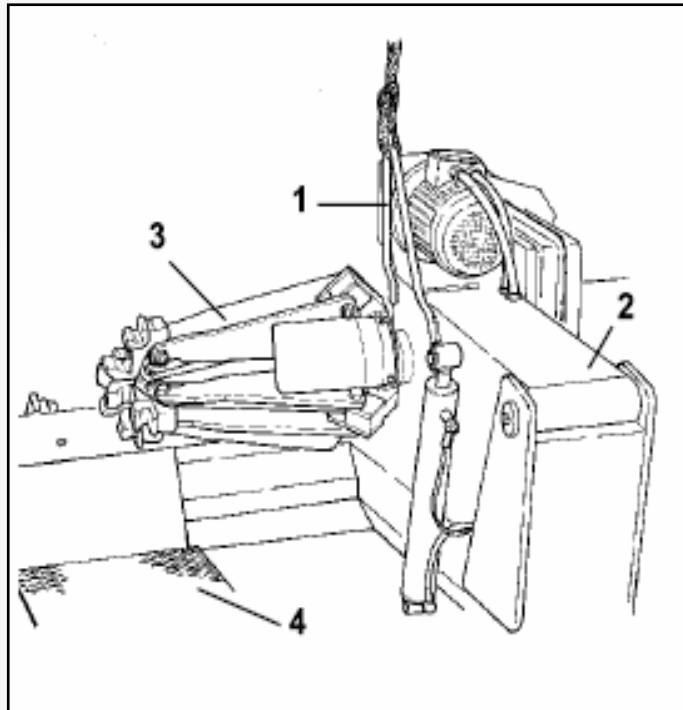

Рисунок 33
(на стенде для транспортировки установлена вилка 1 (рис. 33).
1) Опустите вниз до конца кронштейн самоцентрирующейся цанги 2 (рис. 33).
2) Полностью сложите кронштейны цанги 3 (рис. 33).
3) Каретку 4 (рис. 33) до упора подведите к кронштейну.